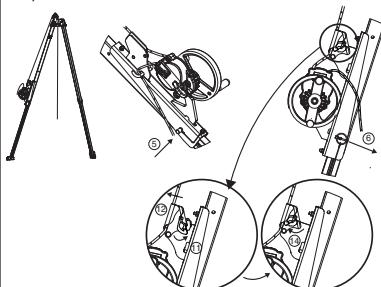

Fig. 9
**IMPORTANTE:** Attenzione al senso di montaggio: lo strozzafune deve essere rivolto verso la parte alta del treppiede TRACPODETM (fig. 9).
5. Posizionare il perno di fissaggio della console per apparecchio DEROPETM UP R. Questo perno di fissaggio svolge due funzioni: bloccaggio della gamba del treppiede TRACPODETM e fissaggio della console per apparecchio DEROPETM UP R su questa gamba (fig. 9, 5).
6. Bloccare il perno di fissaggio mediante la coppiglia ad anello (fig. 9, 6).
11. Aprire lo strozzafune della console (fig. 9, 11).
12. Introdurre la fune che esce dall'apparecchio DEROPETM nello strozzafune della console (fig. 9, 12).
14. Chiudere lo strozzafune (fig. 9, 14).